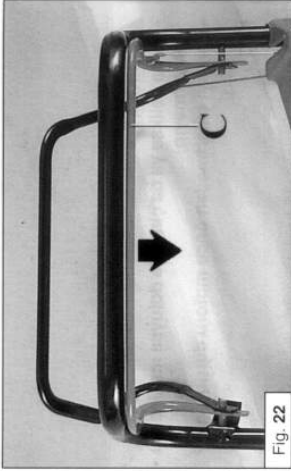

Fig. 22
- Отпустите рычаг (С, Рис. 22).